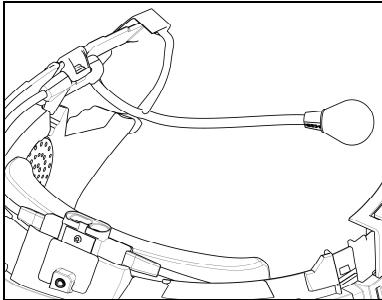

Abb. 5
- Positionieren Sie das Mikrophon in dem dafür ausgesparten Bereich auf der rechten Seite des Helms, indem Sie den Metallausleger in den auf dem Helm im Bereich der Halterung des Kinnschutzes vorhandenen Führungsschlitz einfügen (Abb. 5).